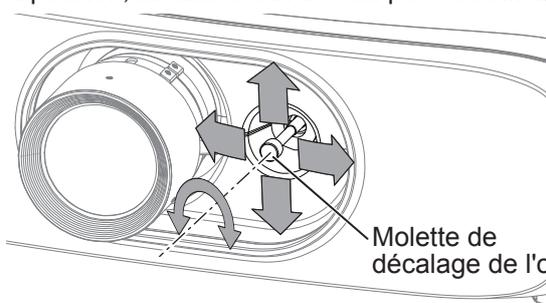

Fig. 1
- 3) **Réglez le déplacement de l'objectif. (Fig. 1)**